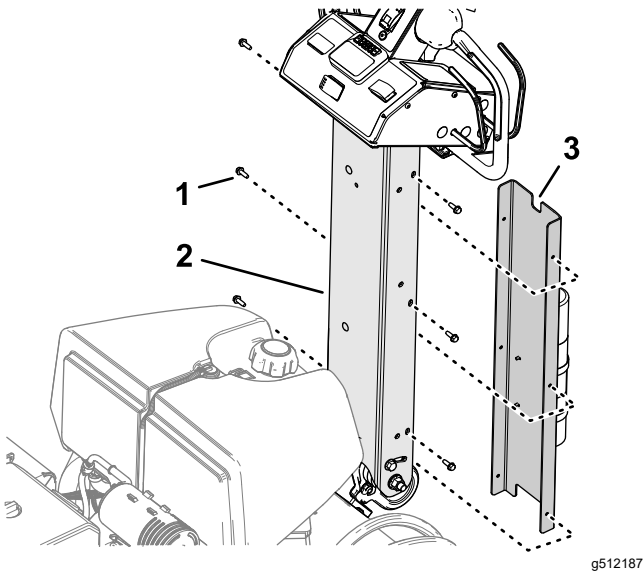

Bild 12
1. Richten Sie die kleine Kerbe in der Lenkerabdeckung mit der Kerbe nach oben aus (Bild 12).